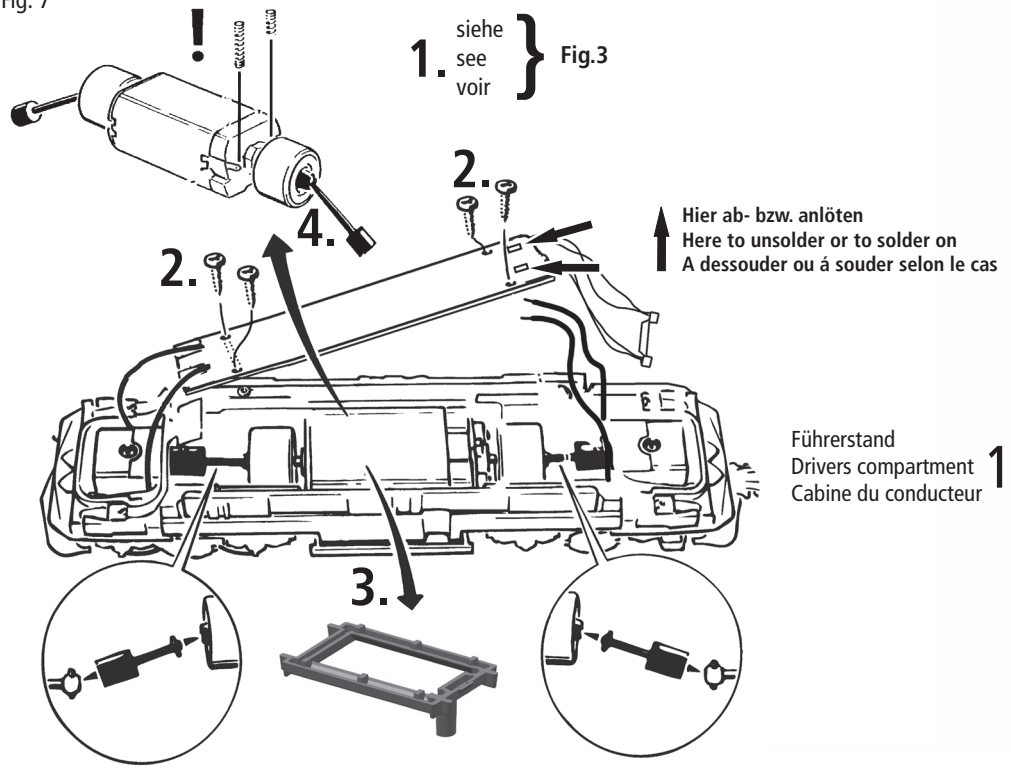

Fig. 9
Schleiferwechsel: siehe Fig. 9
A.C. pick up: see fig. 9
Remplacement courant alternatif: voir fig. 9
4. Remplacement du moteur: Démontez la caisse (fig. 3). Démontez ensuite le moteur (fig. 9).